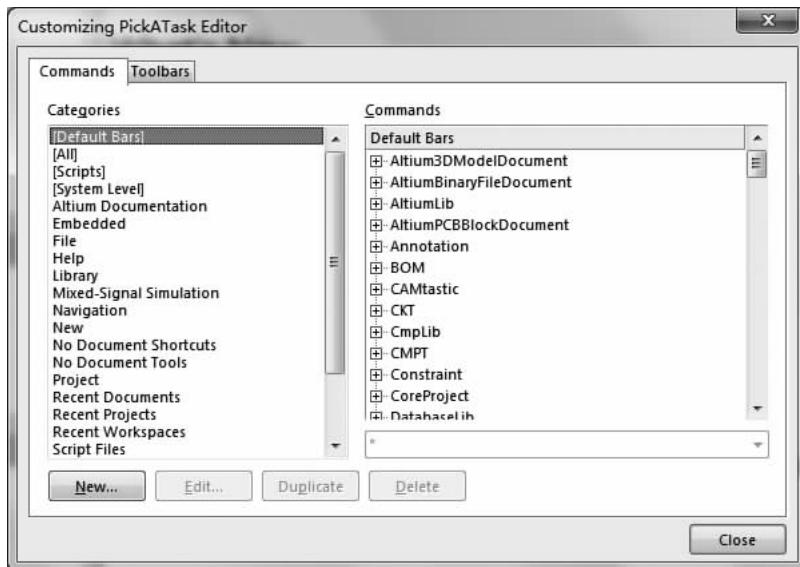

图 1-36 “Customizing PickATask Editor”对话框
(1) 启动 Altium Designer 16, 在主菜单中执行“DXP”→“Customize”命令, 打开如图 1-36 所示的“Customizing PickATask Editor”(自定义选择任务编辑器)对话框。